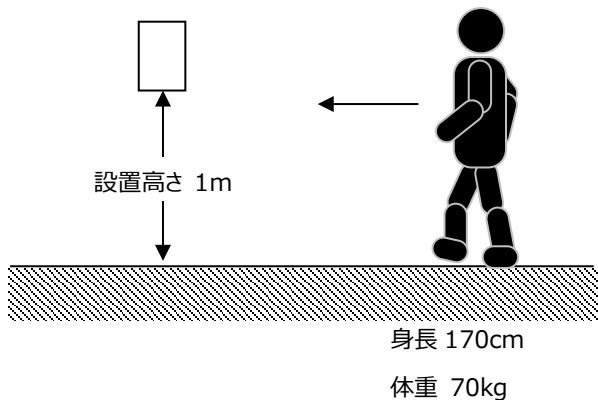
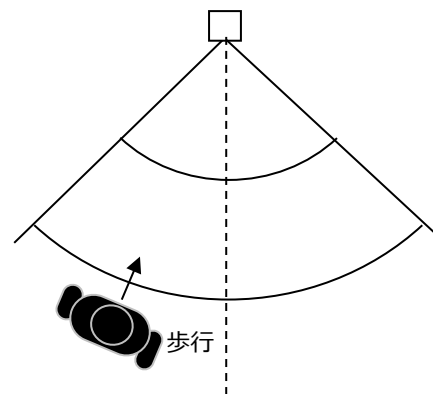

図 4 横から見たイメージ
図 5 上から見たイメージ
- \* 検知対象および動作: 身長 170cm 体重 70kg の人がセンサに向かって歩行 (図 4 および図 5 参照)
- \* センサ設置: 地面からセンサ中心まで 1m の高さに アンテナの H 面を水平に設置 (図 4 参照)